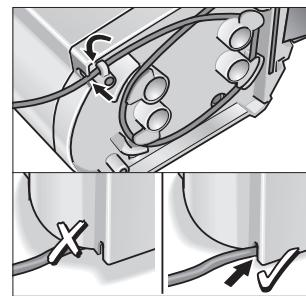

Fig. 3: Stille opp stasjon
- Heng resterende nettledning på ledningskroken, og pass på at nettledningen føres gjennom kabinetthylta (fig. 3).